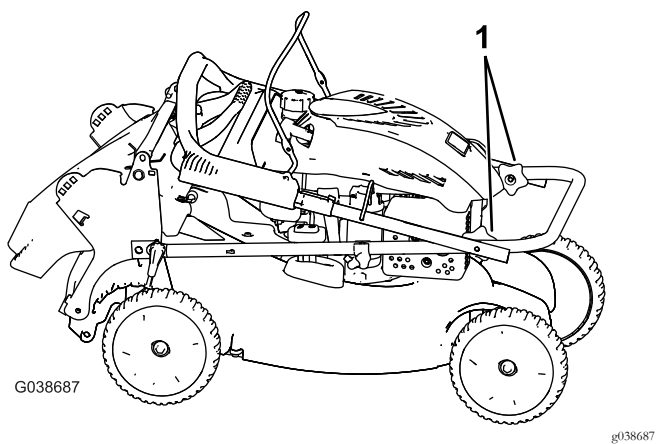

Bild 25
4. Drehen Sie das obere Teil des Griffs zurück in Richtung Motor, siehe Bild 25.